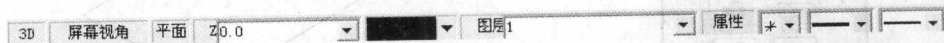

图 1-27 状态工具栏
(1) 在如图 1-27 所示状态工具栏的【Z】中输入新的构图深度位置,直接用键盘输入“10”后按回车键确认。